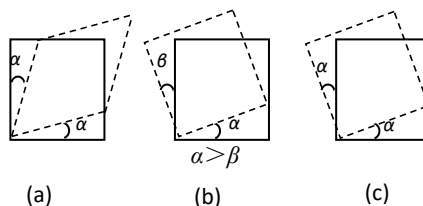

图 2
- 6、图 2 中 (a)、(b)、(c) 分别为构件内某点处取出的单元体，变形后情况如虚线所示，则单元体(a)的切应变 $\gamma =$  0 ；单元体(b)的切应变 $\gamma =$   $\alpha - \beta$  ；单元体(c)的切应变 $\gamma =$   $2\alpha$  。